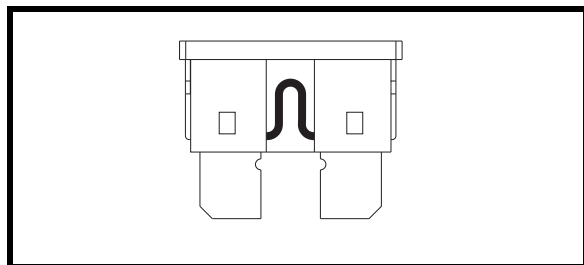

Figura 21. Fusibile funzionante
2. Esaminare il fusibile per accertarsi che sia bruciato. **Vedere le figura 21 e 21A.**